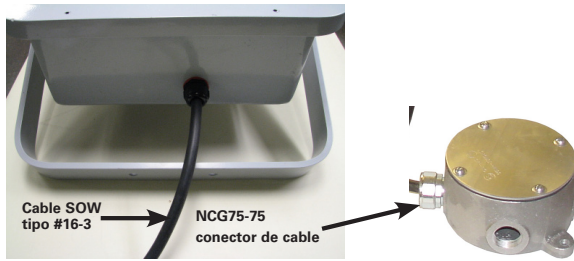

Figura 5 - Montaje en pared con caja de tomacorrientes
3. Instalar un extremo del largo del cable portátil SOW tipo #16-3 (u otro cable portátil extra reforzado) en la caja de tomacorrientes GRFX usando un conector de cable NCG75-75 de la serie Crouse-Hinds. Ver la Figura 5. La longitud de cable requerida dejará un amplio espacio para ajustar el ángulo de dirección del reflector.